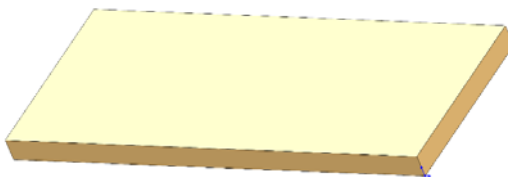

Рис. 3.1. Исходная модель
1. Создать модель SolidWorks (рис. 3.1).